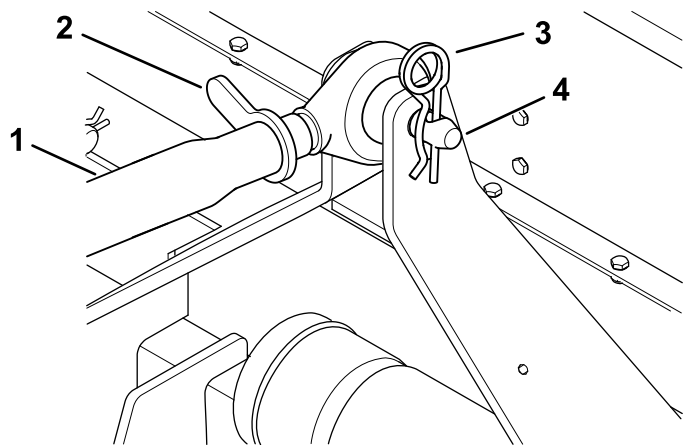

Figura 7
1. Conecte el brazo de enganche superior al soporte y sujételo con el pasador de enganche y la chaveta (Figura 7).